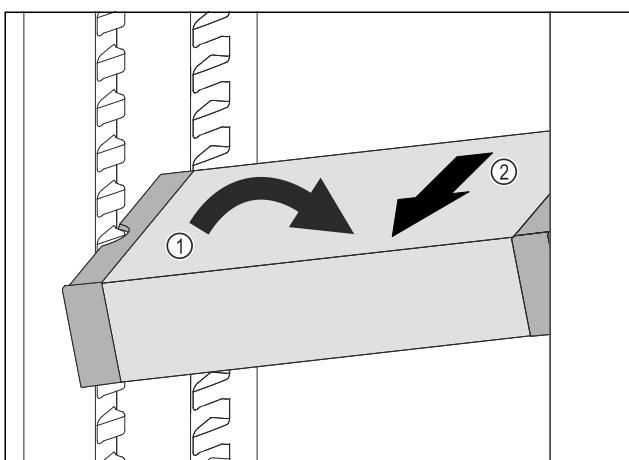

Fig. 99
- Incliner le VarioSafe dans la partie réfrigérateur. Fig. 99 (1)
- Sortir le tiroir VarioSafe par l'avant. Fig. 99 (2)